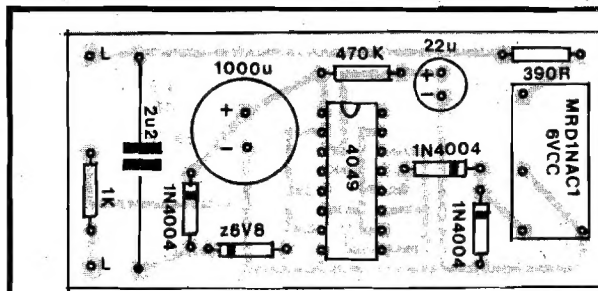

Fig. 3
- FIG. 3 - "CHAPEADO" DA MONTAGEM - Agora o "outro lado" da placa (com relação ao mostrado na fig. anterior...), já com as peças posicionadas, todas identificadas pelos seus códigos, valores, polaridades, etc. Notem que, em APE, os componentes são minuciosamente detalhados no chapeado, de modo a facilitar a interpretação por parte do montador... Em outras publicações, os componentes aparecem, nos "chapeados", re-codificados como "R1, C2, Q3, etc." o que obriga o montador a uma nova "tradução", fonte de erros e confusões que evitamos facilmente pela nosso método... De qualquer modo, os chamados componentes **polarizados** (que apresentam posição única e certa para inserção à placa...) devem merecer maior dose de atenção: o Integrado (com sua extremidade marcada "apontando" para o resistor de 470K), os diodos, inclusive o zener (todos com suas extremidades de **cabo** nitidamente identificadas pela faixa ou anel em cor contrastante...), os capacitores eletrolíticos (com suas polaridades indicadas, tanto no visto "chapeado" quanto no próprio "corpo" do componente...), etc. Observar que